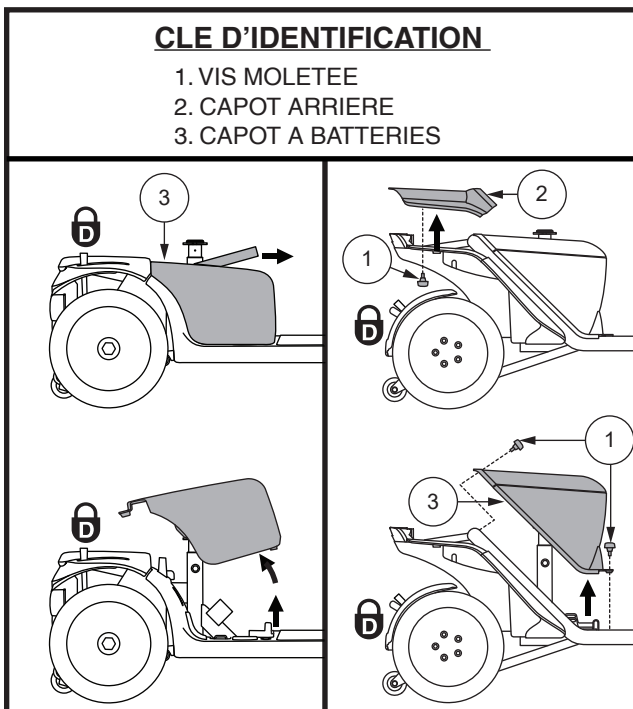

Figure 14. Retirer/Installer le protecteur de la batterie
1. Retirez le siège et le capot à batteries. **Voir la figure 14.**
- a.) Pour modèles 614 et 714, retirez les deux (2) vis moletées du le capot arrière du scooter qui le fixe sur la structure et soulevez-le à la verticale. **Voir la figure 14.**
- b.) Pour modèles 614 et 714, retirez les quatre (4) vis moletées du couvercle à batteries qui le fixe sur la structure et soulevez-le à la verticale. **Voir la figure 14.**